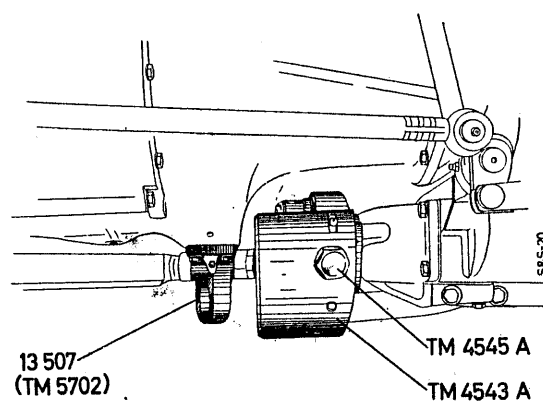

Abb. 7
10. Der **Schutzkasten TM 4543 A** wird auf die Schutzkastenglocke TM 4542 A aufgesteckt und durch die Sechskantschraube TM 4545 A (M 12x20 DIN 601) fest angezogen. (Abb. 7)